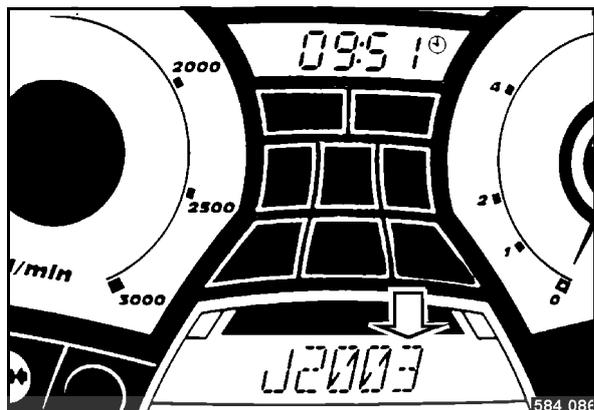

fig. 76
- Avec la touche F3, sélectionner le champ suivant "Année" (fig. 76) et régler l'année au moyen des touches F2 ou F4 (fig. 71).